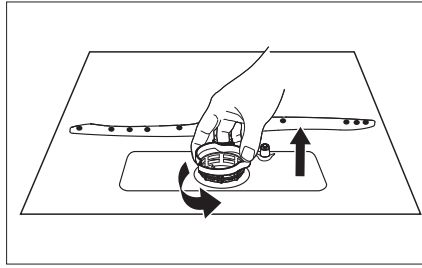

Fig. 19
- ▶ Tournez le filtre grossier (a) dans le sens inverse des aiguilles d'une montre et sortez-le du filtre principal (voir **fig. 19**).